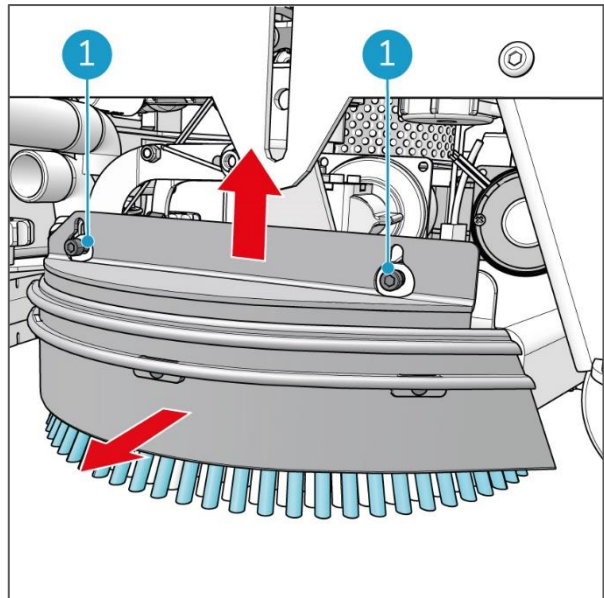
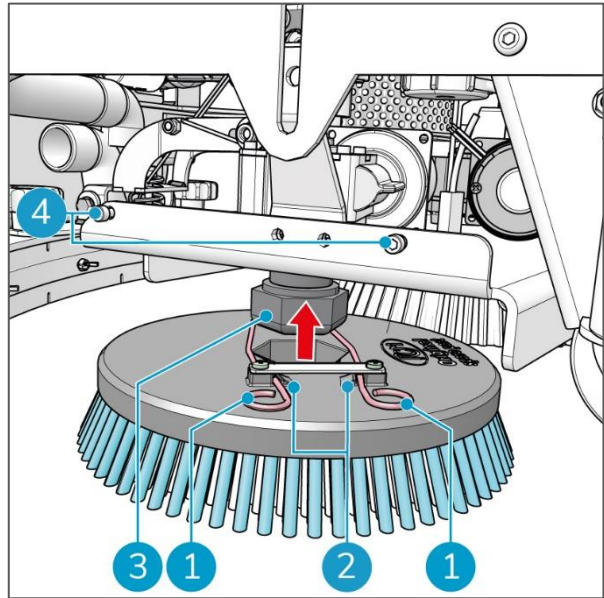

Figura 40
Figura 42
3. Estrarlo dai rispettivi bulloni di supporto (Figura 40, pos 1) per rimuoverlo.
1. Assicurarsi che le molle (Figura 42, pos 1) siano bloccate dietro le camme (Figura 42, pos 2).
2. Spingere la spazzola a disco sul dado esagonale dell'albero motore (Figura 42, pos 3) e muoverla fino a quando si avverte che è in posizione.
3. Rilasciare le molle per bloccare il morsetto sul dado esagonale (Figura 42, pos 3).
4. Allineare i fori della copertura grigia della spazzola (Figura 40) con i bulloni di supporto (Figura 42, pos 4).